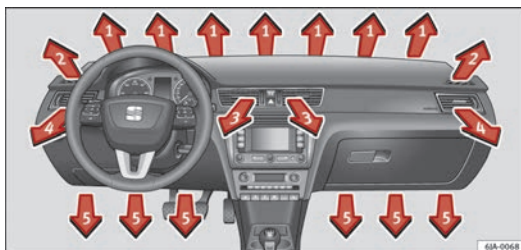
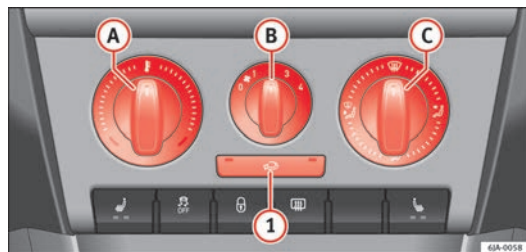

Fig. 97 Difusores de ar
Fig. 98 Aquecimento: elementos de utilização
- Para alterar a altura da circulação de ar, mude a posição do botão deslizante para cima ou para baixo ⇒ Fig. 97.
A saída de ar dos difusores ajusta-se com o comando **C** ⇒ Fig. 98. Os difusores **3** ⇒ Fig. 97 e **4** podem ser abertos e fechados individualmente.
- A temperatura aumenta quando se roda o botão **A** ⇒ Fig. 98 para a direita.
- Ligue o ventilador rodando o botão **B** ⇒ Fig. 98 das posições 1 a 4.
- Ao rodar o botão **C** ⇒ Fig. 98 ajusta-se o acesso do ar aos respectivos difusores ⇒ Página 131, Difusores de ar.
Todos os elementos de utilização, salvo o botão **B** ⇒ Fig. 98, podem ser colocados em qualquer posição intermédia.
- Comandos Ⓐ ⇒ Fig. 98 ⇒ Página 132, Ⓑ, Ⓒ e botão ①.
- Pressione o botão ① ⇒ Fig. 98 ⇒ Página 132 e acende-se o símbolo dentro do mesmo.
- Pressione novamente o botão ① ⇒ Fig. 98 ⇒ Página 132 e o símbolo dentro do mesmo apaga-se.
Se o difusor de ar Ⓒ ⇒ Fig. 98 ⇒ Página 132 estiver na posição , a recirculação desliga-se automaticamente. Ao pressionar o botão pode voltar a ligar a recirculação de ar nesta posição. ▶